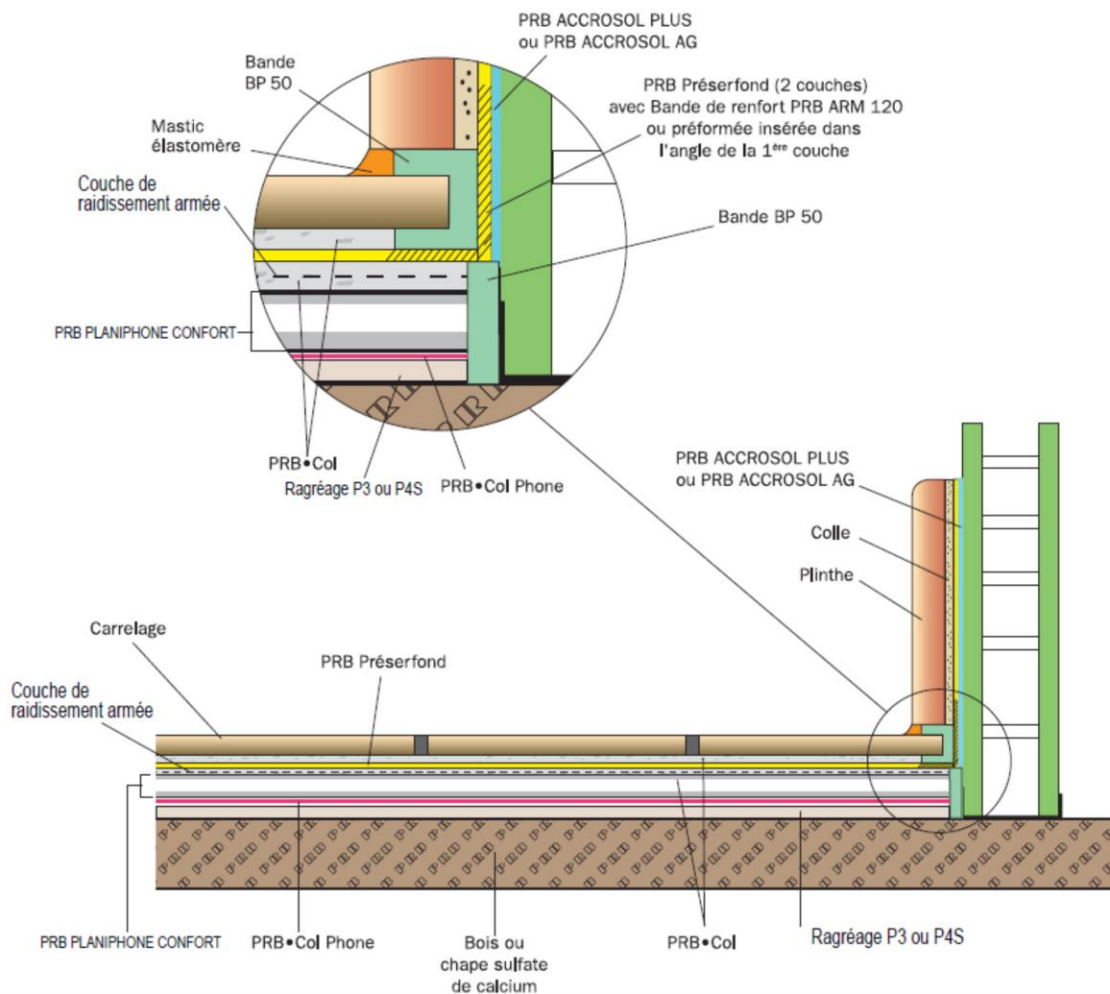

Figure 11 – Traitement périphérique en local humide sur support bois ou chape à base de sulfate de calcium
2.5. Dispositions de mise en œuvre sur support bois et chape à base de sulfate de calcium en local E2 (cf. figures 11 et 12)
Pose des plinthes (cf. figure 11)